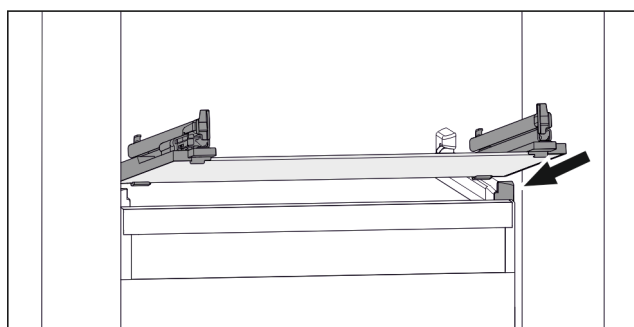

Fig. 103 Exempel på glashylla
- Sätt på glashylla i vinkel bakom stopplackarna. (se Fig. 103)